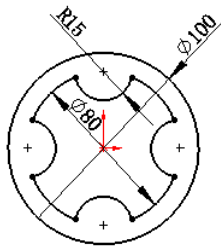

图 2.11.3 草图
Step2. 绘制草图。在草图环境下绘制图 2.11.3 所示的草图。